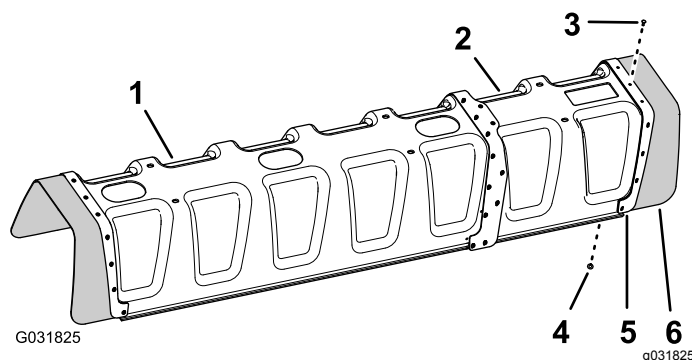

Figura 148
5. Alinhe os orifícios na cobertura de borracha com a placa de reforço (fila única) que retirou no passo 2 com os orifícios na extremidade da extensão da cobertura (Figura 148).